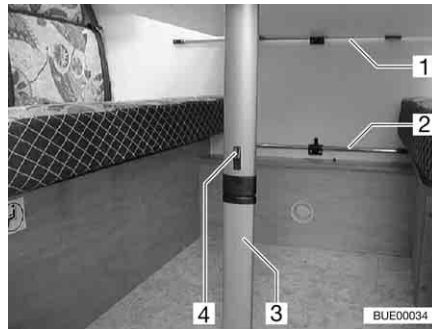

Bild 76 Hängetisch mit Knickfuß
- Arretierung (Bild 76,4) in Richtung Tischplatte schieben.
- Unteres Fußteil (Bild 76,3) um 90° umklappen.
- Hängetisch aus der oberen Einhängeschiene (Bild 76,1) aushängen.
- Hängetisch in die untere Einhängeschiene (Bild 76,2) einhängen und auf dem Tischfußgelenk abstellen.